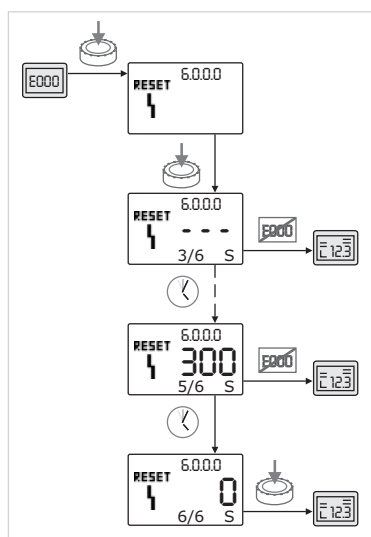

Fig. 53: Квитирование ошибки типа C
- При возникновении ошибок типа C выполнять квитирование следующим образом (Fig. 53).